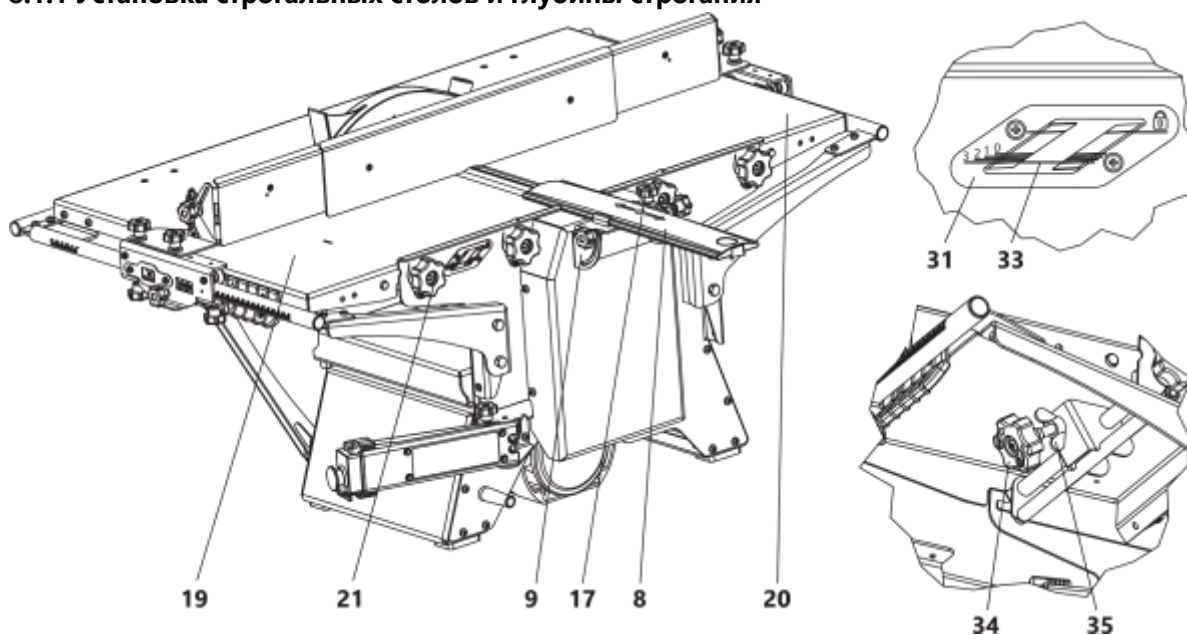

Рис. 8 Установка строгальных столов и глубины строгания
В режиме строгания приемный стол 20 (рис. 2) устанавливается на уровне реза строгальных ножей, а загрузочный стол 19 имеет возможность опускаться ниже уровня реза строгальных ножей, что обеспечивает установку необходимой глубины строгания. Глубину строгания устанавливают по шкале 31 с помощью ручки 34 (рис. 8).
- отпустить гайки-барашки 21 столов загрузочного 19 и приемного 20 (рис. 8);
Ограждение ножевого вала 8 предназначено для закрытия той части вращающегося ножевого вала, которая не находится в зоне резания (нерабочая часть ножевого вала) во время работы станка (рис. 8).